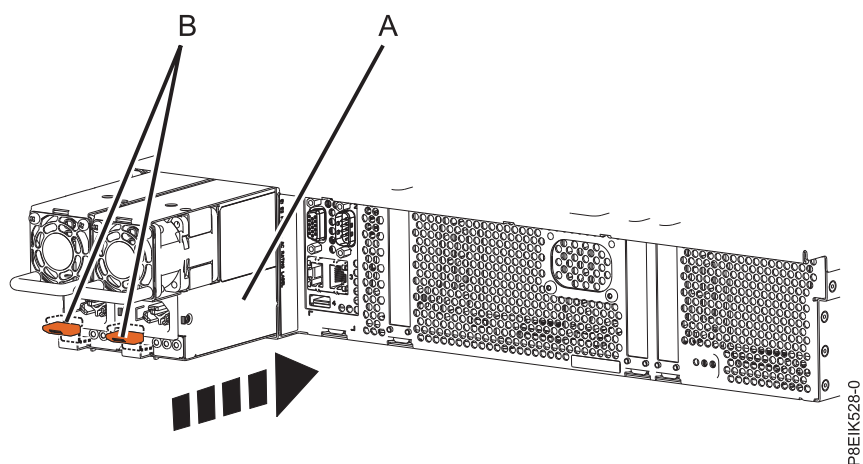

Figura 226. Sustitución de una fuente de alimentación en el sistema
2. Alinee la fuente de alimentación (**A**) con la bahía y deslice la fuente de alimentación en el sistema hasta que el pestillo de color terracota (**B**) quede bloqueado en su sitio. Consulte la Figura 226 en la página 215